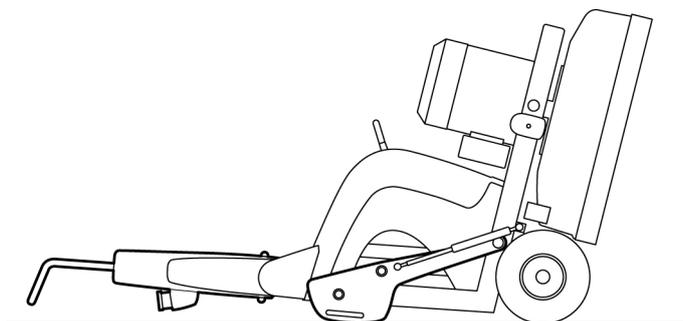

Figure 4-8. En position de repos sur le sol
4. Basculez la machine davantage en arrière jusqu'à ce qu'elle touche le sol, voir *Figure 4-8, page 17*.